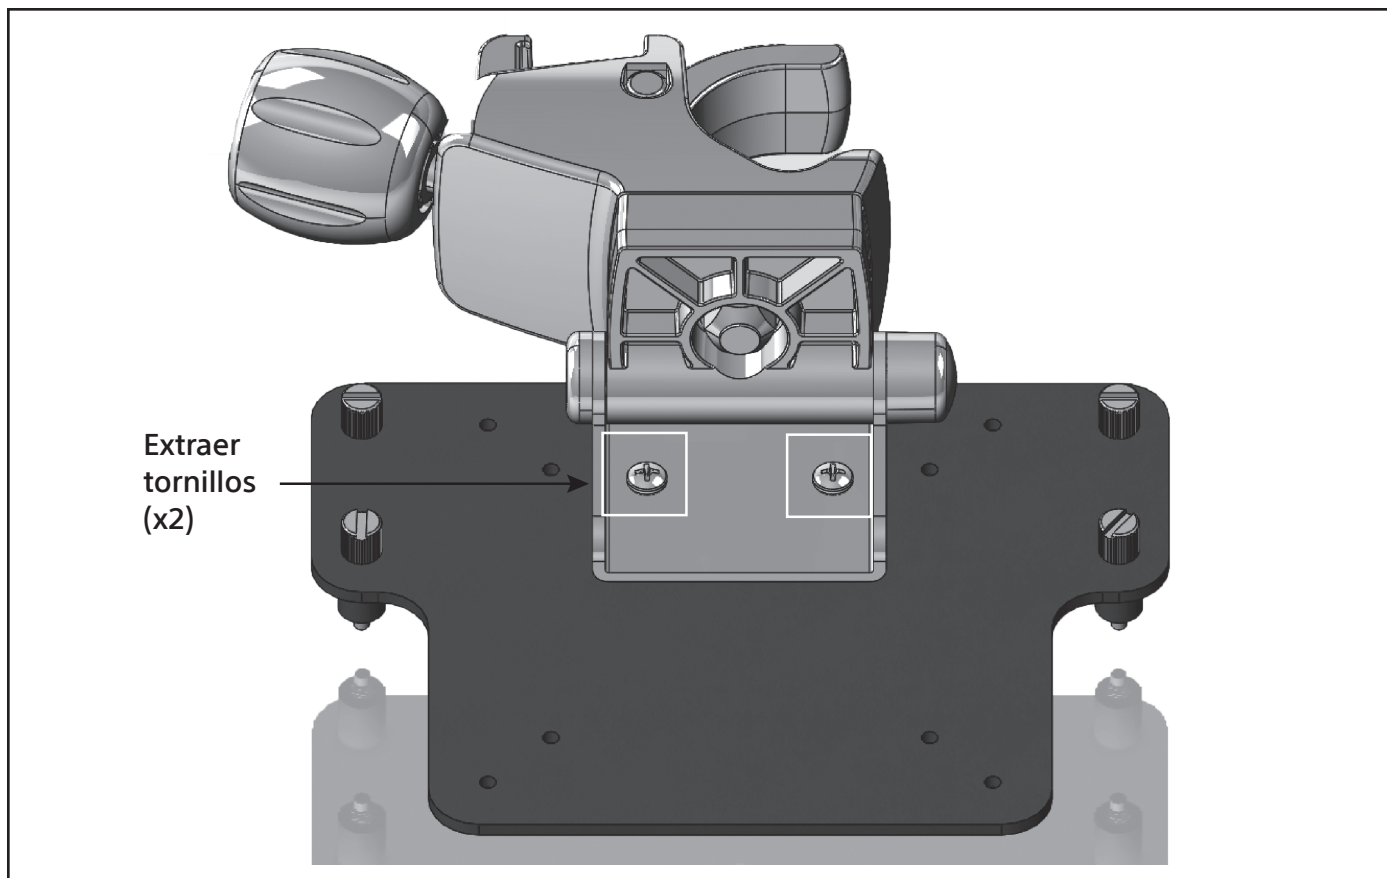

Figura 18. Extraer tornillos
3. Con un destornillador Phillips n.º 2, extraiga los tornillos que se muestran en la Figura 18.